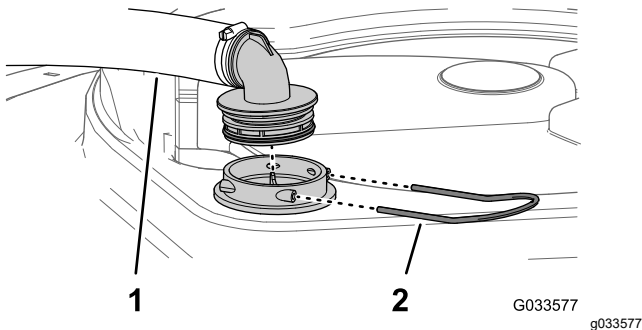

图 102
2. 在打药机药缸的顶部拆下固定从过滤器外壳连接至大软管的软管接头的卡环图 102。